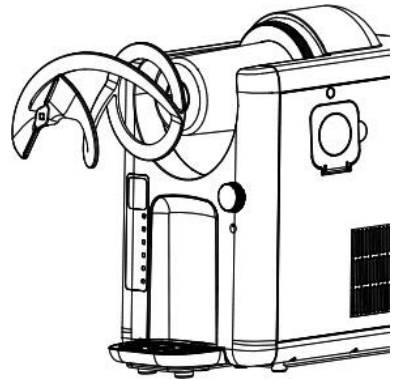

Abb. 2
8. Setzen Sie den Mischer auf den Vierkant-Antriebsstift, wie in Abbildung 2 gezeigt, und schieben Sie ihn vollständig auf den Kühlzylinder.